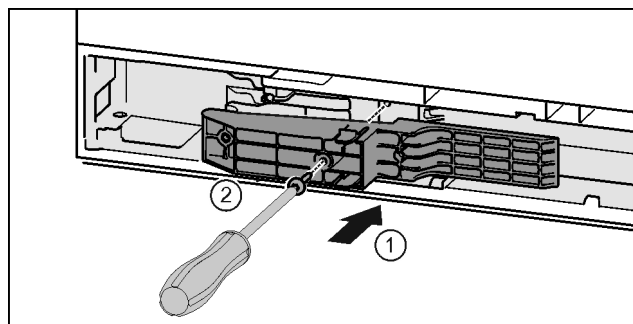

Fig. 36 *
- ▶ Inserire l'adattatore nel vano sul lato della maniglia. Fig. 36 (1)*
- ▶ Stringere le viti con il cacciavite T15. Fig. 36 (2)*